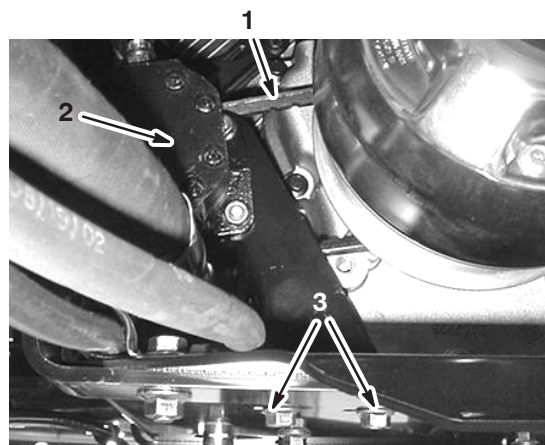

Figure 53
2. Desserrez les boulons de fixation de la pompe de direction (Fig. 53).